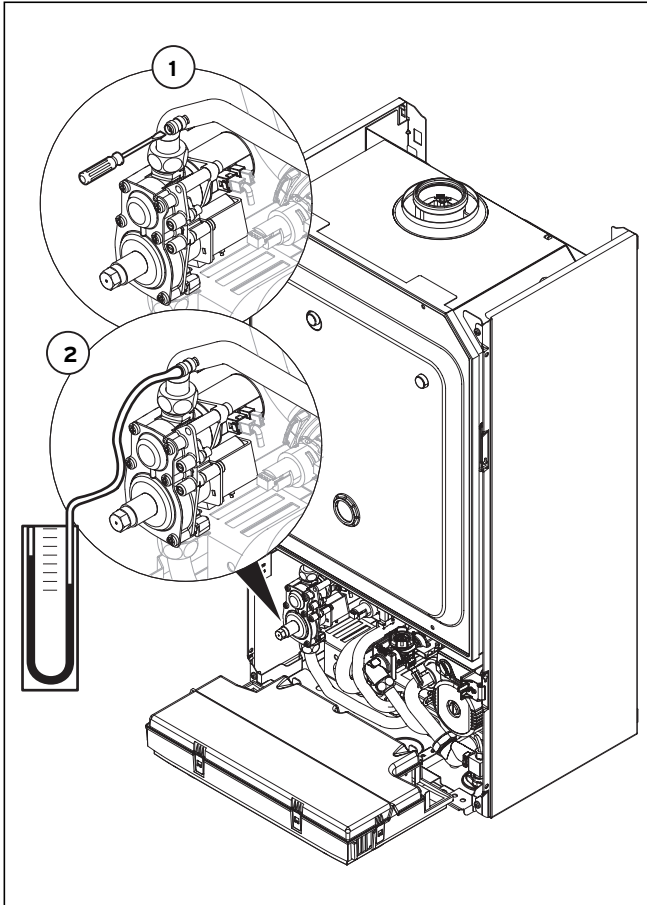

Рис. 6.5 Проверка номинальной нагрузки
- Ослабьте уплотнительный винт на газовой арматуре (1 на рис. 6.5).
- Подключите цифровой или U-образный манометр (2 на рис. 6.5).
- Проверьте подводящую линию газа, отопительную установку и трубопроводы горячей воды на герметичность (см. рис. 6.5).